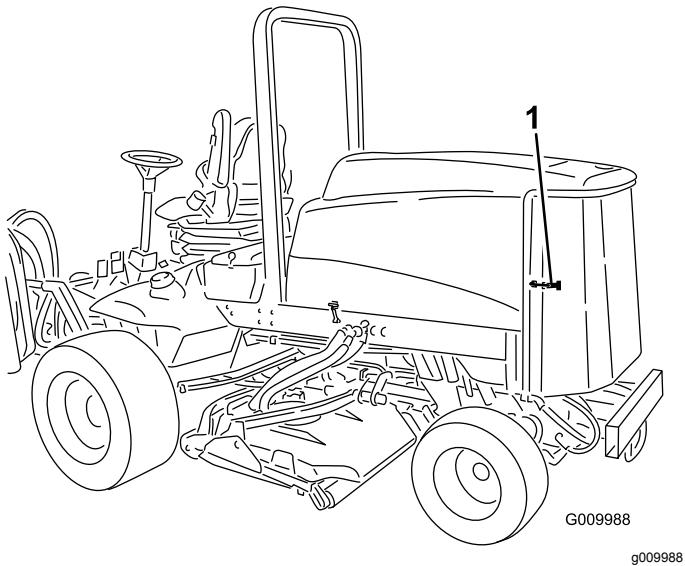

Figura 45
1. Desenganche y abra la rejilla trasera (Figura 45). Limpie a fondo cualquier residuo de la rejilla.